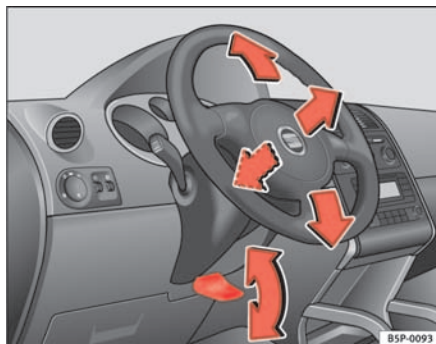

Fig. 129 Ajuste de la posición del volante
- Tire hacia abajo de la palanca ⇒ fig. 129 situada debajo de la columna de dirección ⇒ ⚠.